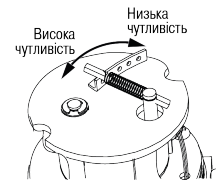

Рисунок 5.2 – Налаштування чутливості
- Переставити пружину на один з отворів кріпильної скоби, керуючись *рисунок 5.2*.
Неправильно вибрано регульоване положення чутливості	Переставити пружину (див. рисунок 5.2)